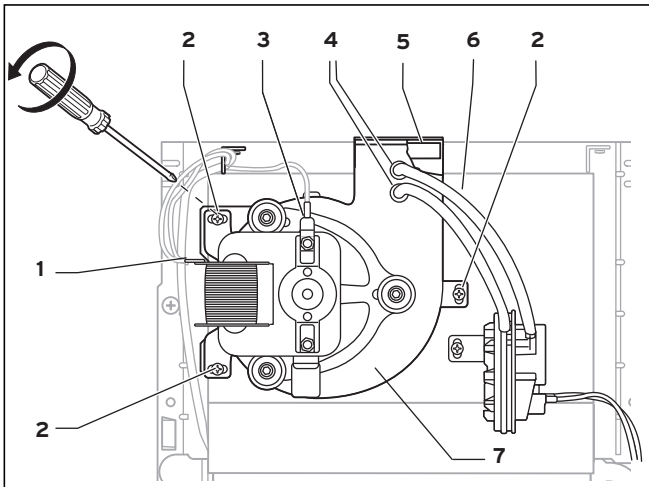
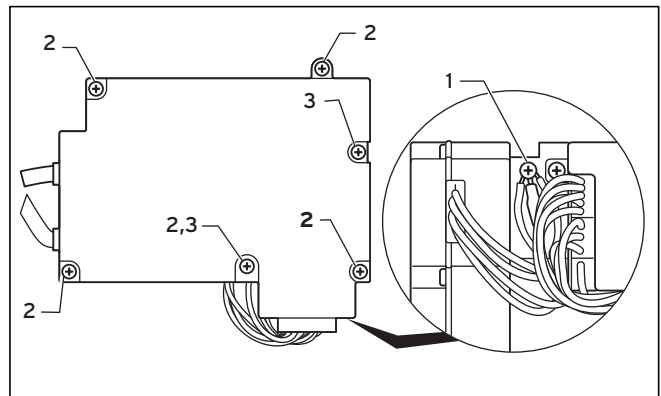

Fig. 7.7 Desmontar el ventilador
Fig. 7.10 Vista lateral del cajetín de conexión
Preste atención a la conexión del conductor de protección (3). Observe que las mangueras de silicona hacia el captador de presión diferencial queden insertadas tal como se muestra en la fig. 7.7.
- Abra el cajetín de conexión soltando los tornillos según las indicaciones (véase fig. 7.10).
- Preste también atención a que la conexión a masa se realice correctamente (véase fig. 7.7 y fig. 7.10).